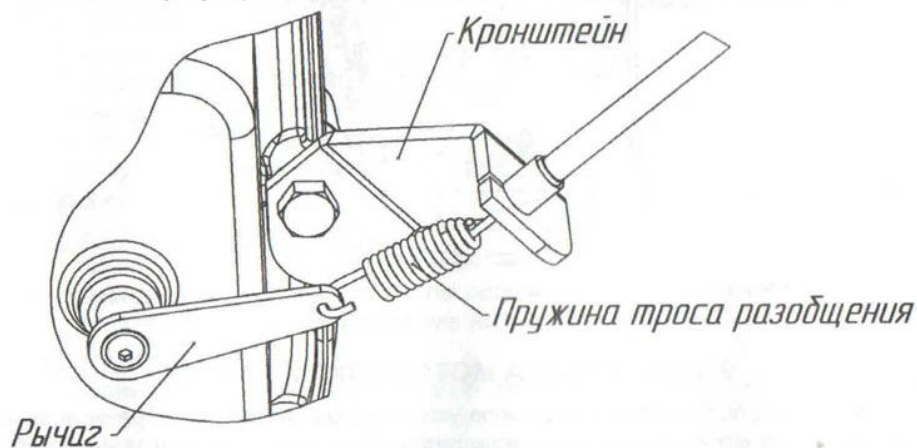

Рис.10. Схема зацепления троса разобщения
- вывести оболочку троса с металлическим упором из кронштейна (рис.10);